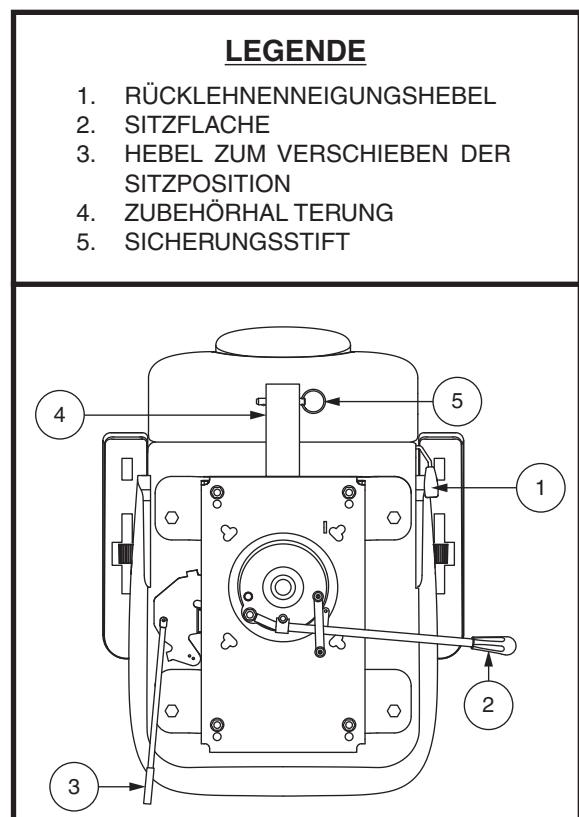

Abb. 19. Sitzeinstellungen
Um die verstellbare Rückenlehne einzustellen, befolgen Sie diese Schritte. **Siehe Abb. 19.**
1. Zum Entriegeln des Sitzes den Sitzverschluss je nach Sitztyp entweder nach oben ziehen oder nach vorne schieben. **Siehe Abb. 19.**
1. Drehen Sie den Hebel zur Verstellung der Sitzposition nach aussen. **Siehe Abb. 19.**
Der Armlehnenwinkel Ihres Fahrzeug kann nach oben oder nach unten verstellt werden durch das Drehen der armlehnenwinkels Einstellung. **Siehe Abb. 19.** Drehen Sie das Einstell für die Armlehne nach links, um den Armlehnenwinkel zu verringern, oder nach rechts, um den Armlehnenwinkel zu erhöhen.
Die Zubehörhalterung am Heck ermöglicht es Ihnen, persönliche Zubehörkomponenten wie Korb, Gehhilfe oder Sauerstofftank hinter dem Fahrzeug anzubringen. Verwenden Sie den Sicherungsstift, um das Zubehörteil sicher an der Halterung zu befestigen. **Siehe Abb. 19.** Für weitere Informationen wenden Sie sich an Ihren Vertragshändler.
1. Schloßzunge in das Schloßteil stecken, bis der Schnellverschluß hörbar einrastet. Siehe Abb. 19.